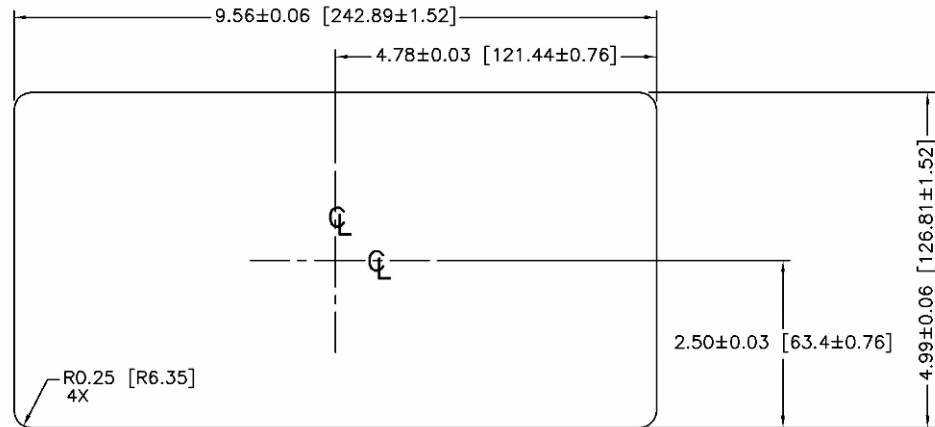

Figura 2-5: Dimensioni di taglio del pannello
4. Tagliare un'apertura nel pannello o nell'armadietto industriale per le dimensioni di taglio del pannello illustrate nella Figura 2-5.